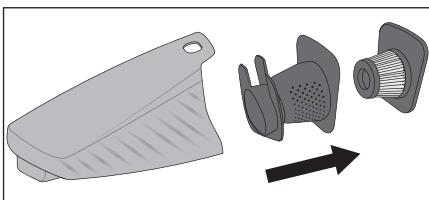

Bild 4
- 3) Dra sedan först ut HEPA-filtret 5 och därefter grovfiltret 6 ur smutsbehållaren 7 (bild 4). Ban-ka ur båda delarna över t ex en sophink. Vid behov kan du spola av HEPA-filtret 5 med rent vatten. Låt det därefter lufttorka tills det är helt torrt.